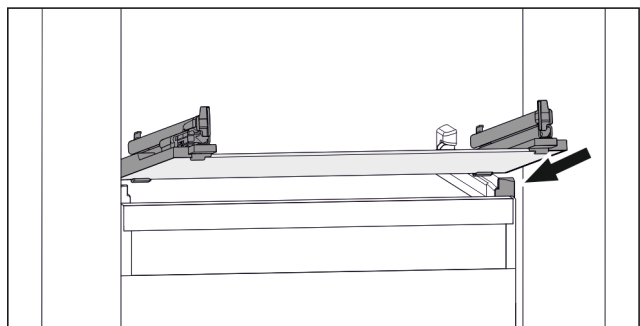

Fig. 72 Beispielhafte Darstellung der Glasplatte
- ▶ Glasplatte schräg hinter den Stopperrahmen aufsetzen. (siehe Fig. 72)